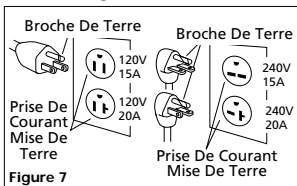

Figure 7
1. Ce produit doit être mise à la terre. Lors d'un court-circuit, la mise à la terre diminue le risque de secousse électrique en fournissant un fil d'échappement pour le courant électrique. Le modèle est équipé d'un cordon avec une broche de terre qui correspond aux types de prises de courant indiquées sur la Figure 7. Si la
1. Si la fiche sur le cordon d'alimentation du modèle vous paraît étrange ou si la fiche ne correspond pas à votre prise de courant, se référer à la Figure 7 pour une explication des différentes fiches et des tensions que vous pouvez utiliser avec ces fiches.
Les moteurs à tension double peuvent être branchés pour soi 120 volts ou 240 volts. Déterminer la tension installée à l'usine pour votre compresseur en comparant la fiche sur le cordon avec les prises indiquées sur la Figure 7. Se référer au décalcomanie sur le moteur afin de changer de tension basse à tension haute.